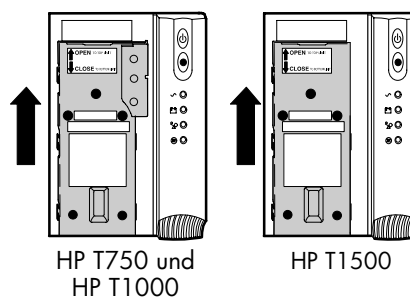

Abbildung 19 Entfernen der Batterieabdeckung
- 3 Nach oben schieben und die Batterieabdeckung aus Metall entfernen (siehe Abbildung 19).